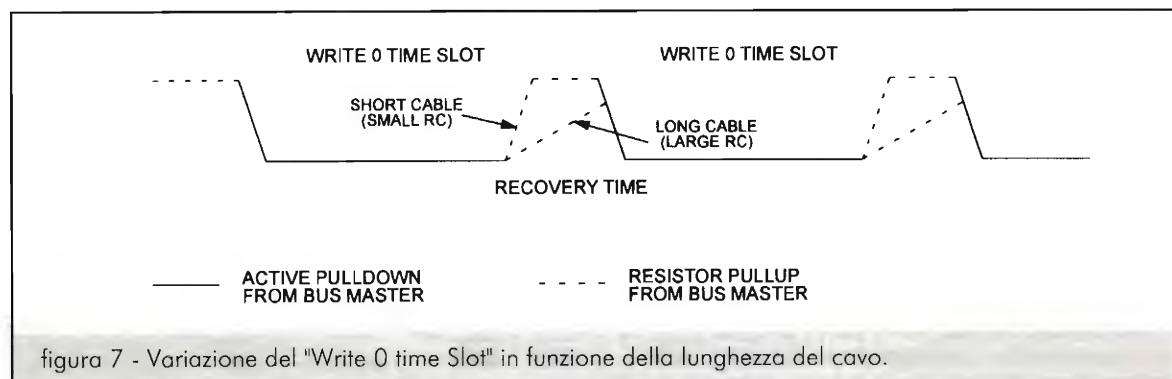

figura 7 - Variazione del "Write 0 time Slot" in funzione della lunghezza del cavo.
b)- Quando il Master scrive consecutivamente degli "0", se il Recovery time (è il tempo trascorso da quando il Master rilascia il bus dopo aver spedito un bit e quando lo riporta a 0 per il successivo impulso di sincronismo) è mantenuto al livello minimo di 1 mS, accadrà che il segnale sarà degradato sufficientemente da essere interpretato erroneamente dallo slave (vedi figura 7). La soluzione consiste, ovviamente, nel prolungare il Recovery time fino a 15 mS; a quel punto però, nel caso di un prodotto RC comunque eccessivo, si verificherà nuovamente il caso di cui al punto a). Utilizzando un Recovery time maggiore, la velocità di trasmissione scenderà dai 16.3 fino a 13.3 KBits/s; tale diminuzione, pur non trascurabile percentualmente, mi sembra francamente accettabile; dal lato pratico, vorrà dire che per leggere la chiave elettronica a 64 bit in vostro possesso (reset pulse, Presence Detect e tempo di comparazione del μ P a parte), il Master impiegherà 4.8 mS contro i 3.93 mS del primo caso: sempre leggermente più rapido che aprire la porta di casa, sotto un'acquazzone, con la cara vecchia chiave meccanica a cilindretti...